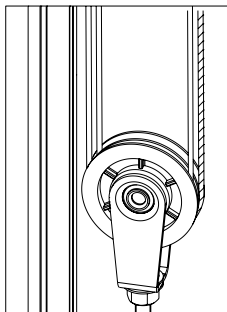

Fig. 18.2.
- Hæng sikringen i wire, ved at føre wire igennem sikringen øjne. (fig. 18.2);